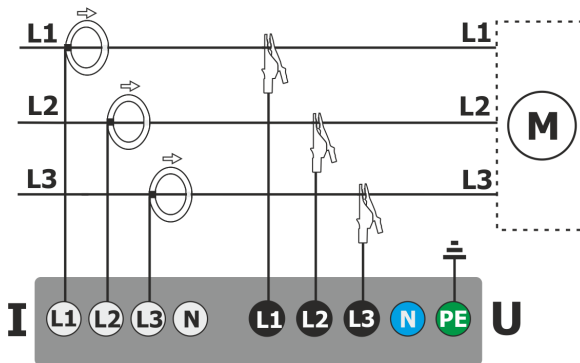
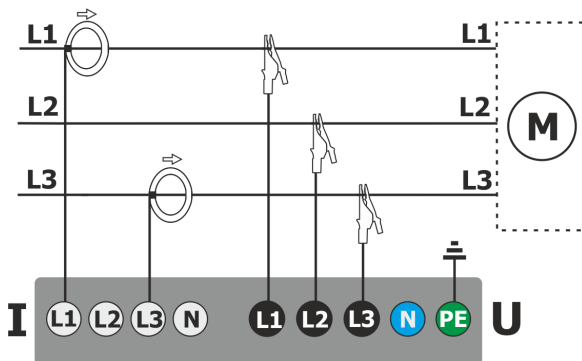

Fig. 61. Esquema de conexión – sistema trifásico de 3 hilos, trifásico triángulo abierto.
Fig. 62. Esquema de conexión – sistema trifásico de 3 hilos de Aron (medición de corrientes mediante el método de Aron de 2 elementos).
- sistema trifásico de 3 hilos, trifásico de 3 hilos de Aron / 2 elementos, trifásico triángulo abierto (Fig. 61, Fig. 62).
En los sistemas de tres conductores de AC se pueden medir las corrientes con el método de Aron (Fig. 62), usando sólo dos pinzas que miden las corrientes lineales  $I_{L1}$  y  $I_{L3}$ . La corriente  $I_{L2}$  se calcula entonces según la relación: